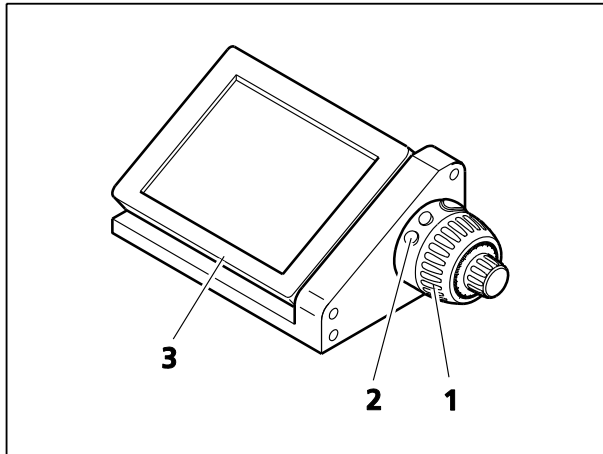

Fig. 74 Station d'accueil avec écran TFT, bague de commande et commande de mise au point
- Si l'utilisation du statif du côté droit est peu pratique, les fonctions de l'écran tactile TFT (Fig. 74/3 sur la station d'accueil), de la bague de commande à droite (correspond à Fig. 74/2 sur la station d'accueil) et de la commande de mise au point à droite (correspond à Fig. 74/1 sur la station d'accueil) peuvent être activées via la station d'accueil, détachée du statif.